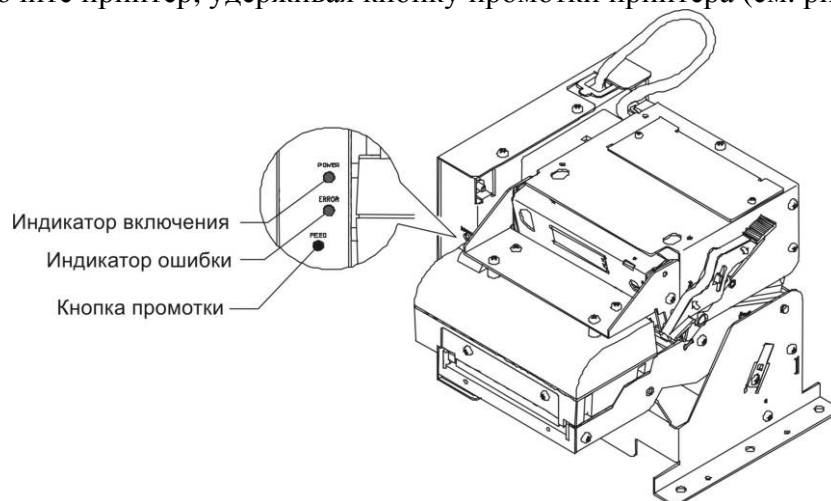

Рисунок 9 – Панель управления принтера.
2.14. Включите принтер, удерживая кнопку промотки принтера (см. рис. 9).